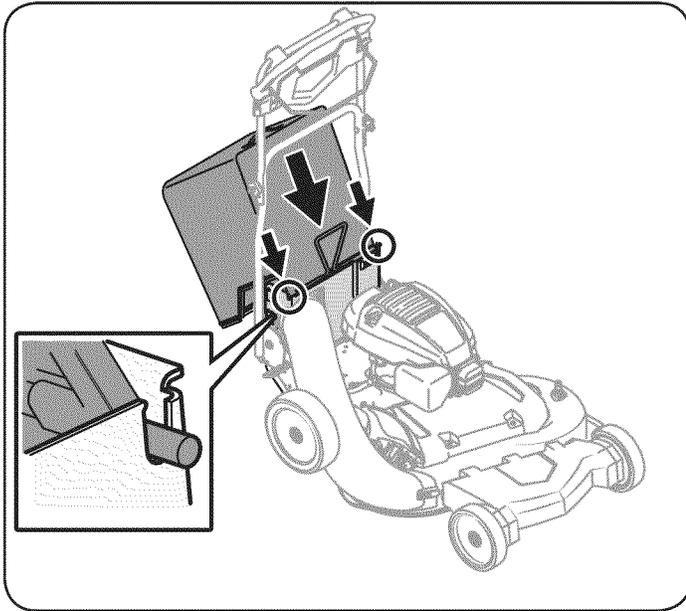

Figura 12
2. Coloque la embolsadora dentro de las ranuras de la ménsula de soporte de descarga trasera. Consulte el recuadro Figura 12.
**NOTA:** El motor está equipado con un twist-off de plástico o metal tapa de cabeza cuadrada. Consulte la Figura 12 inserciones.